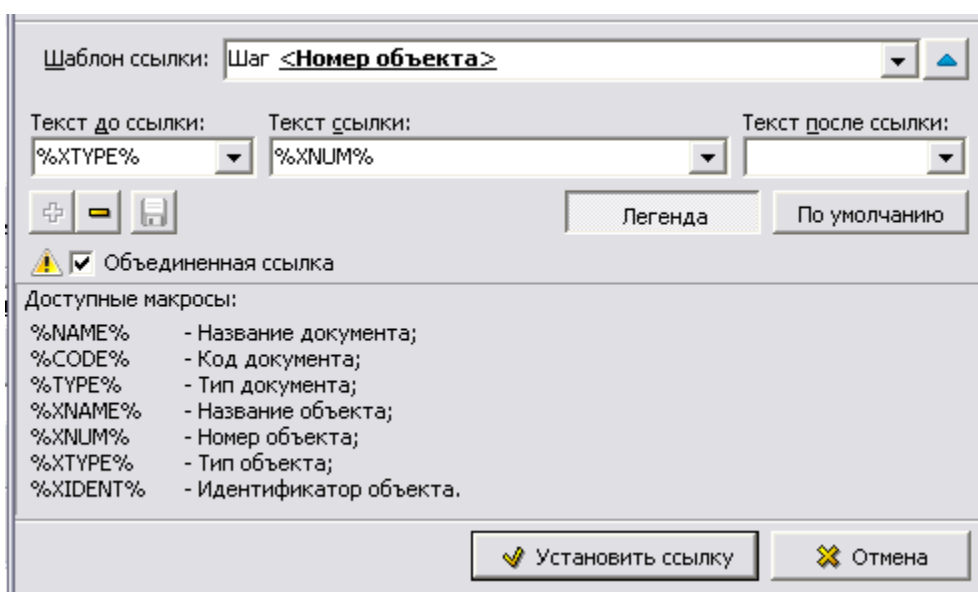

Рис. 5.224
- Установка флага **Объединенная ссылка** позволяет объединить ссылку на модуль данных и на объект модуля данных. В этом случае в перекрестную ссылку можно включать макросы, относящиеся к модулю данных (%NAME%, %CODE%, %TYPE%) (Рис. 5.224).